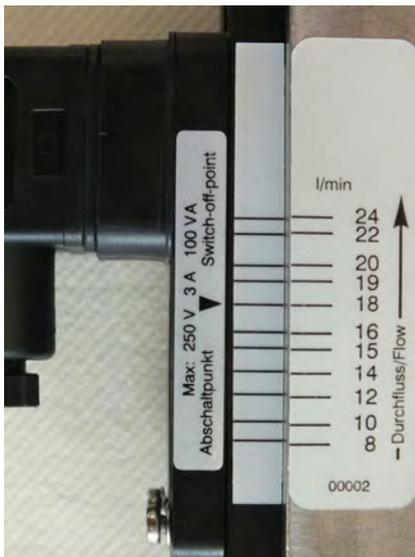

Abb. 35: Schaltwert ablesen (Beispiel-skala)
1. ➤ Darauf achten, dass der Einstellpfeil, der Skalenstrich des Zusatztickettes (Führungsleiste) und der Skalenstrich der Körperskala in einer Flucht liegen (Abb. 35).